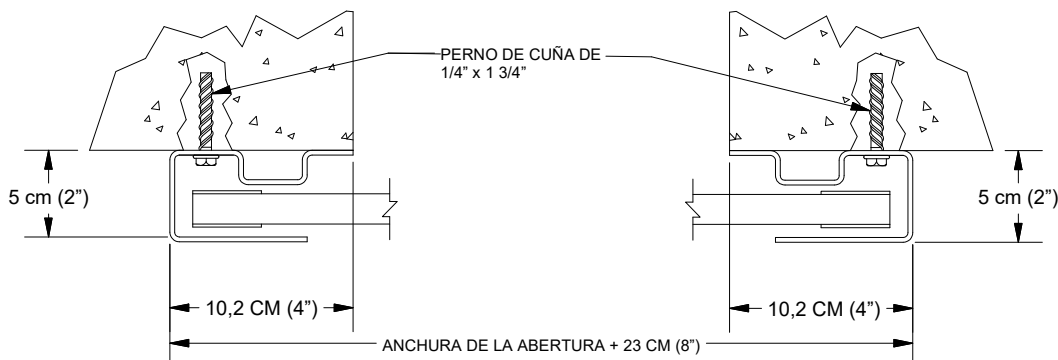

FIGURA 9: JAMBAS DE CONCRETO Y MAMPOSTERÍA
- **JAMBAS DE MAMPOSTERÍA** Perno de cuña de 1/4" x 1 3/4" + en la parte interior de la guía. Esta opción de montaje para todas las aplicaciones del modelo 2500 en mampostería y CMU. **VEA LA PÁGINA 9, FIGURA 9.**